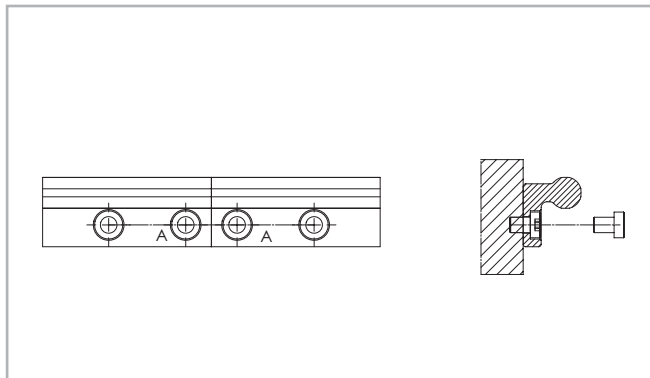

Fig. 27
- (1) Fissare le guide singole sulla superficie di montaggio serrando tutte le viti tranne l'ultima sulla giunzione.
- (2) Montare le viti di fissaggio terminali senza serrarle (vedere fig. 27).